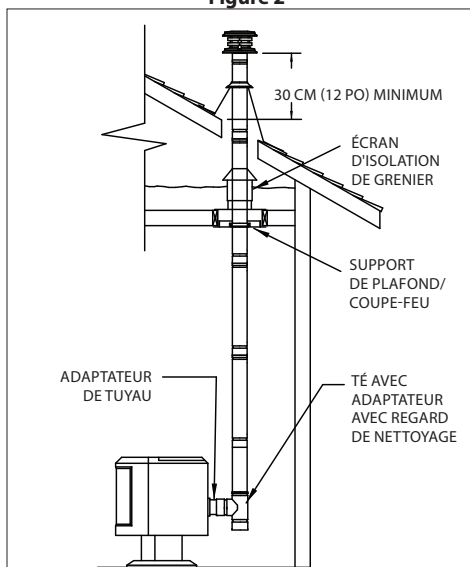

Figure 3
3. Si vous souhaitez faire installation intérieure et que la sortie du conduit de fumée est à l'arrière du poêle (**Figure 3**) :